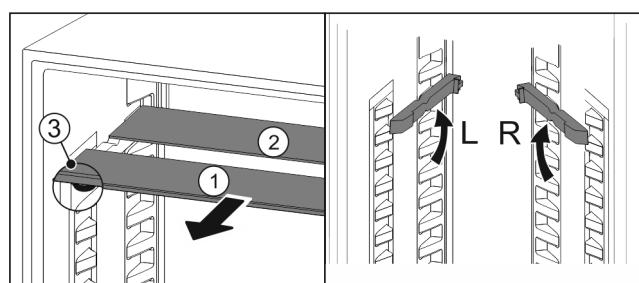

Fig. 121
- ▶ По одной извлеките *Fig. 121 (1)* стеклянные панели движением вперед.
- ▷ Стеклянная панель *Fig. 121 (1)* с декоративной планкой лежит спереди.
- ▷ Стопоры *Fig. 121 (3)* показывают вниз.